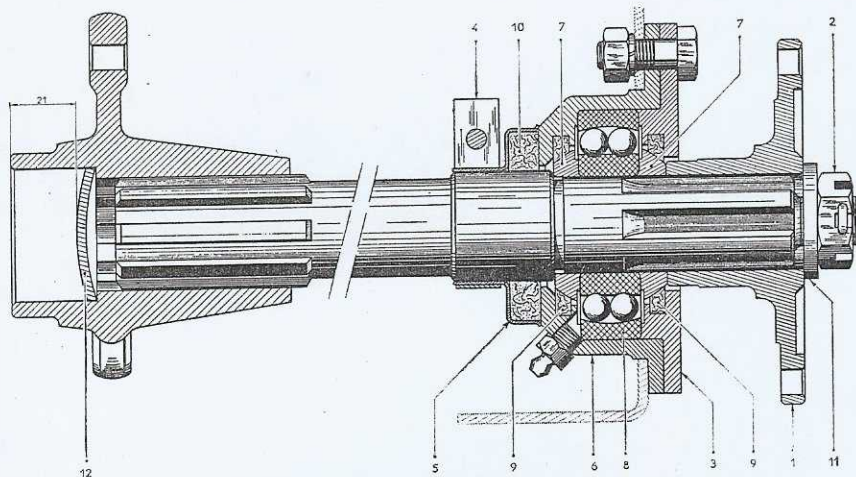
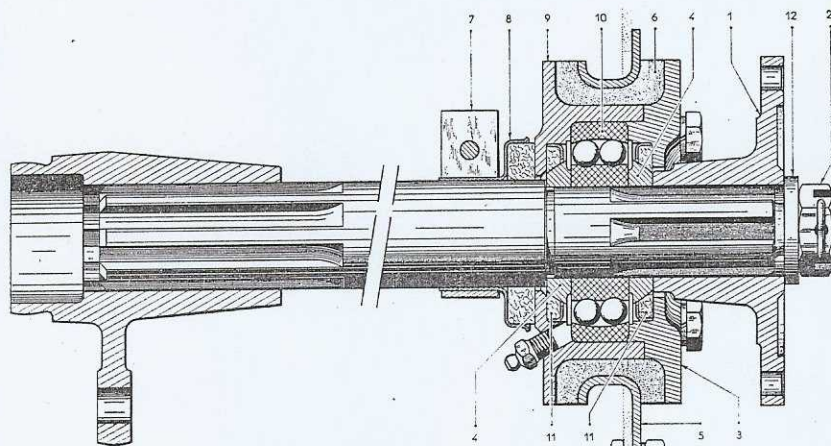

Fig. 23. — Relais (jusqu'en janvier 1954)
Fig. 24. — Relais (depuis janvier 1954)
L'assemblage est différent suivant qu'il s'agit des véhicules sortis jusqu'en janvier 1954 (fig. 23) ou depuis cette époque (fig. 24).
Quel que soit le modèle, il n'y a pas de difficulté spéciale pour le démontage ni pour le remontage, toutefois, dans le cas du premier modèle il y a lieu de s'assurer de la position correcte de la rondelle expansible (12) (fig. 23).
Pour être assuré que le bout de l'arbre primaire de la boîte de vitesses ne touche pas sur la rondelle expansible (12) du plateau AV du relais, ce qui entraîne un bruit aux basses allures en prise directe, il doit exister une cote de 21 mm (fig. 23) entre la face AV de la rondelle expansible (12) et le bord AV du plateau de relais.